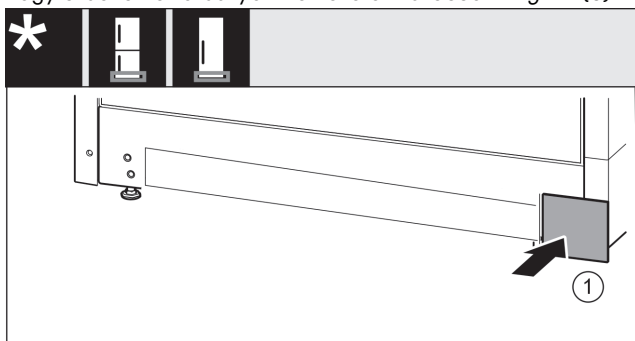

Fig. 15
- Tegye vissza a borítást a másik oldalra. Fig. 15 (1)